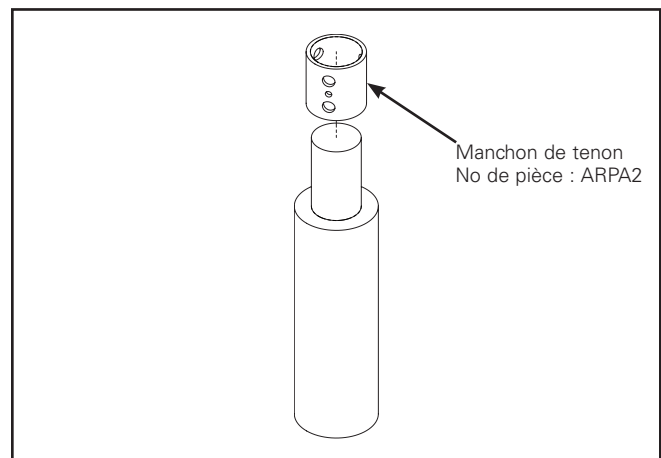

Figure 6.
1. Insérez le manchon de tenon **ARPA2** sur le tenon de 60,3 mm (2 3/8 po). (Figure 6.)